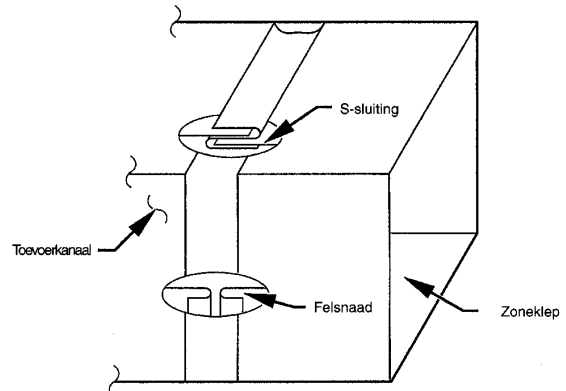

Fig. 3 - Rechthoekig metalen kanaal
1. Bij de verbinding van rechthoekige zonekleppen op rechthoekig kanaalwerk kan gebruik worden gemaakt van S-strips en schuifklemmen (zie fig. 3).